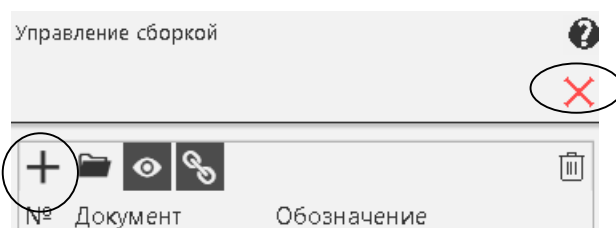

Рисунок 28. – Окно Управление сборкой
2. В появившемся окне **Управление сборкой** выберите команду  **Подключить документ** (рисунок 28). Подключите документ «Соединение болтом». В окне **Управление сборкой** нажмите  **Выход**.